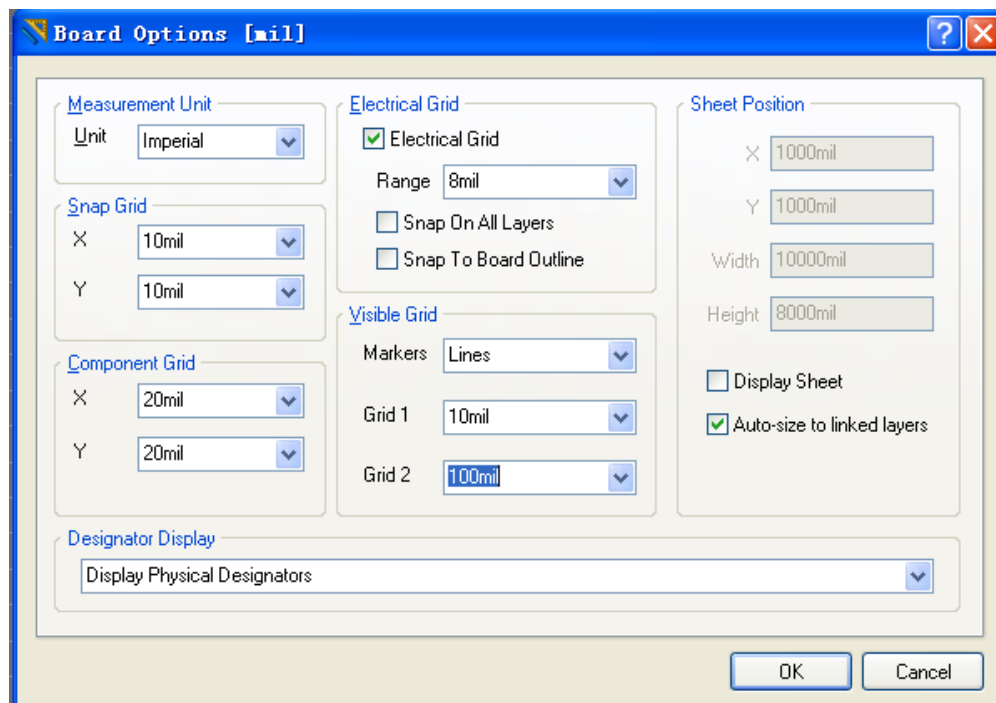

图5-9 在Board Options对话框中设置单位和网格
- 1. 先检查当前使用的单位和网格显示是否合适，执行Tools → Library Options命令（快捷键为T, O）打开Board Options对话框，设置Units为 Imperial(英制)，X, Y方向的Snap Grid为10mil，需要设置Grid以匹配封装焊盘之间的间距，设置Visible Grid 1为10mil，Visible Grid 2为100mil，如图5-9所示。